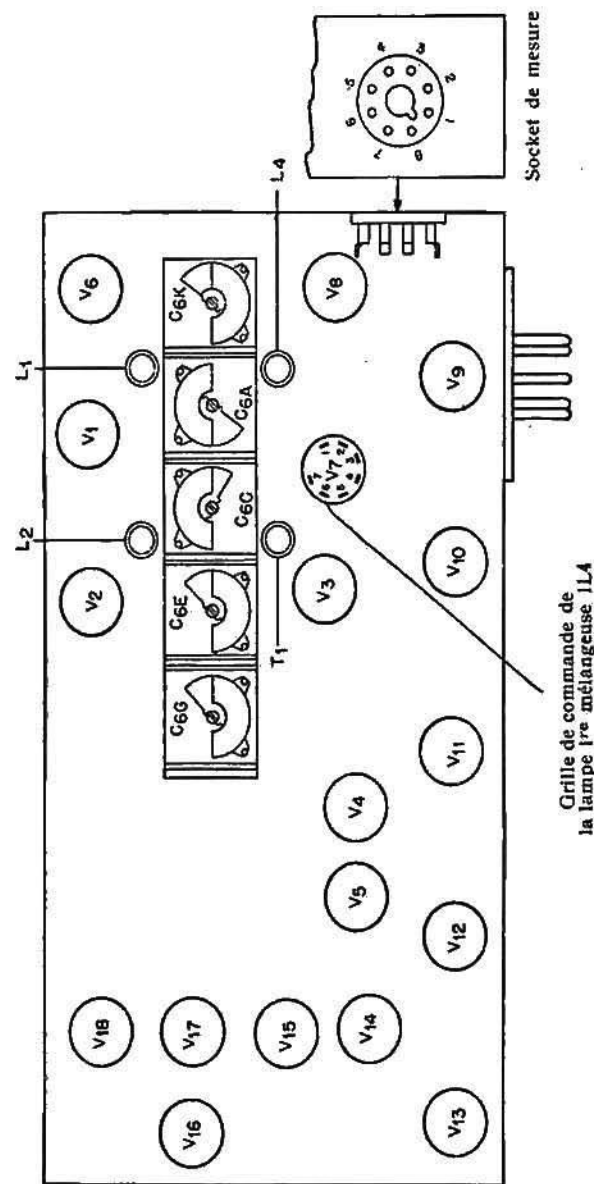

Fig. 20. — Emetteur-récepteur radio BC-1000-A. — Détails pour le réglage. — Vue du dessous.
- (i) Coupler de façon lâche le générateur de signaux à 4,3 Mc/s. à la lampe première mélangeuse (V_7). Ceci peut se faire en faisant passer près de la lampe première mélangeuse (V_7) ou fil venant du générateur. Si un couplage plus serré s'avère nécessaire, connecter directement à la grille (borne 6) à travers un petit condensateur (voir fig. 20). Insérer la tête de mesure du « VTVM » dans la broche n° 7 du socket de mesure, et retoucher le réglage du générateur de signaux jusqu'à obtenir une lecture 0 au « VTVM ». Le générateur de signaux est maintenant exactement à la fréquence du cristal à 4,3 Mc/s. contenu dans le poste. (Si l'on emploie l'oscillateur « VO-6 », ces opérations ne sont pas nécessaires);